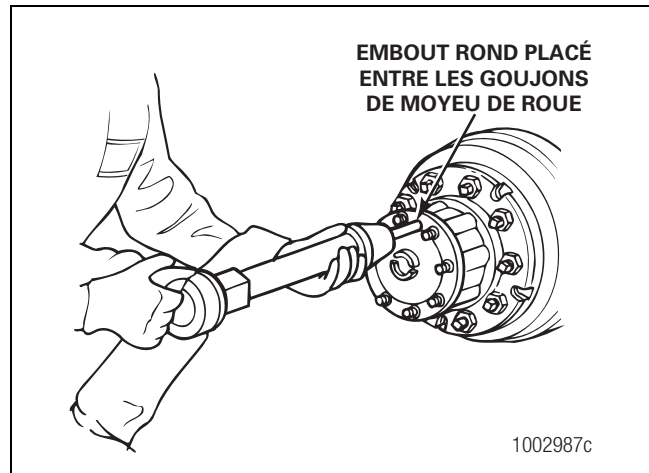

Figure 3.3
3. Placer l'embout round contre l'arbre de roue ou le flasque, entre les goujons de moyeu de roue. Déplacer l'embout round à divers endroits entre les goujons de moyeu de roue pour décoller les douilles coniques et l'arbre de roue du moyeu de roue. Figure 3.3.